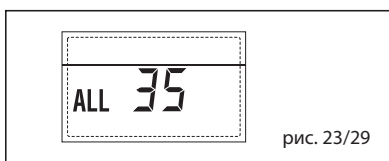

рис. 23/29
– НЕПОЛАДКА КОНФИГУРАЦИИ ТРЁХЗОННОЙ УСТАНОВКИ “ТРЕВ 32” (рис. 23/26)